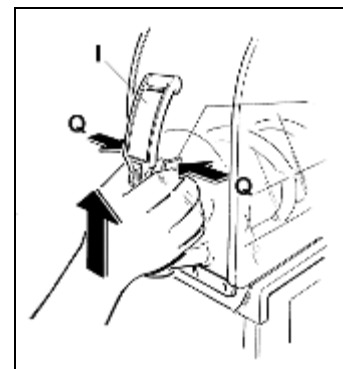

Fig. 3
- **P**remere contemporaneamente sulle due alette di blocco Q e sollevare il rubinetto I per estrarlo dalla propria sede (vedi fig.3).